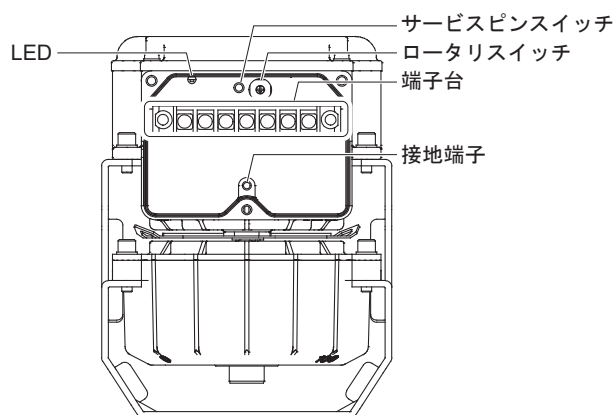

図14 端子台と各種スイッチ
* 本製品におけるサービスピンスイッチとロータリスイッチの位置については、『図14 端子台と各種スイッチ』を参照してください。
- (1) サービスピンスイッチを10秒間長押しします。
- (2) 調整モードに入ります。
- (3) 目的の動作番号まで、ロータリスイッチを回します。